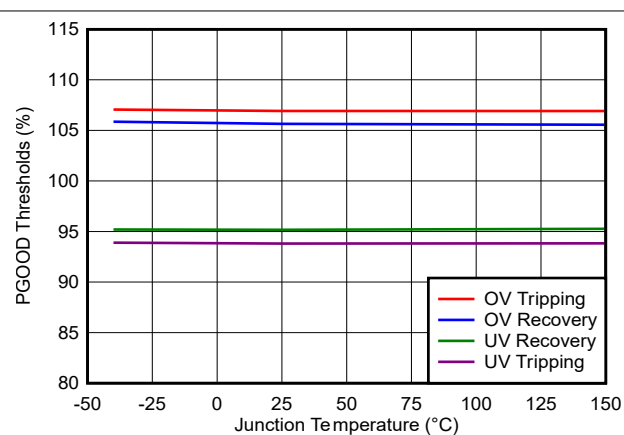
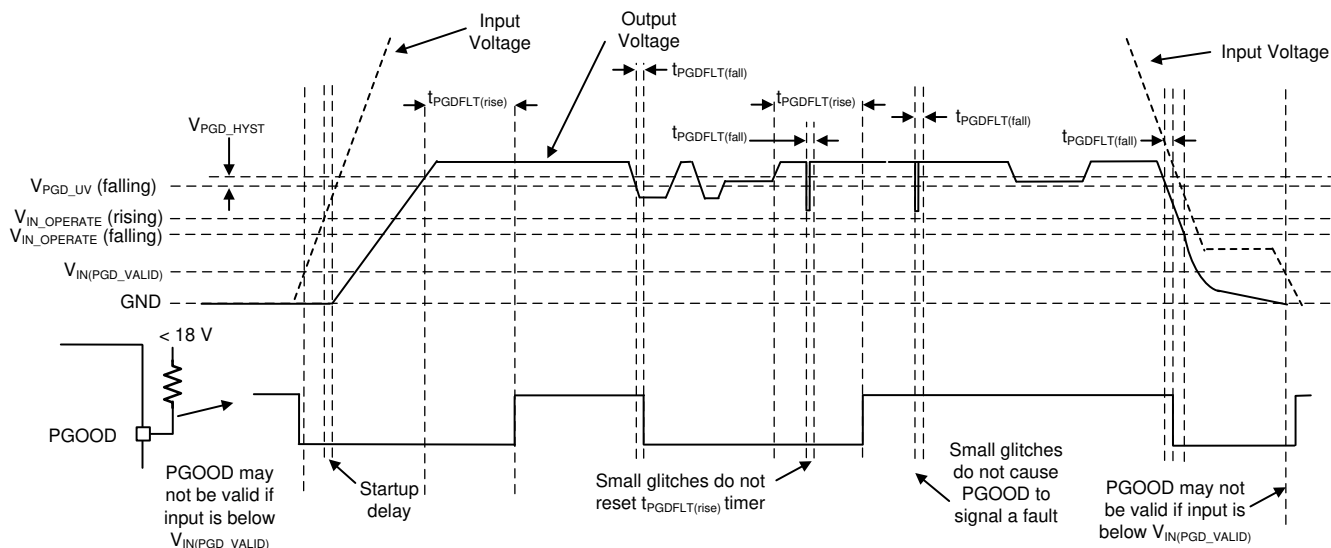

図 6-8. PGOOD スレッシュホルド
図 7-5. PGOOD のタイミング図 (OV イベントを除く)
ディスクリートのリセット デバイスを置き換えるために PGOOD 機能が実装されているため、部品点数とコストを低減できます。帰還 (FB) 電圧が、規定された PGOOD スレッシュホールドの範囲外になると、PGOOD 電圧は Low に遷移します (図 6-8 参照)。この遷移は、電流制限中、サーマル シャットダウン中、ディセーブル中、通常の起動中に発生する可能性があります。グリッチ フィルタは、出力電圧の短時間の変動 (ラインおよび負荷過渡時など) に対するフラグの誤動作を防止します。t_{PGDFLT(fall)} よりも短い出力電圧変動では、PGOOD フラグは立ちません。PGOOD 動作について深く理解するには、図 7-5 を参照してください。
「V _{OUT} < V _{OUT-target} × PGDI _{UV} 」かつ「t > t _{PGDFLT(fall)} 」	出力電圧がレギュレートされている。 V _{OUT-target} × (PGDI _{UV} + PGDI _{HYST}) < V _{OUT} < V _{OUT-target} × (PGDI _{OV} - PGDI _{HYST}) (図 6-8 を参照)